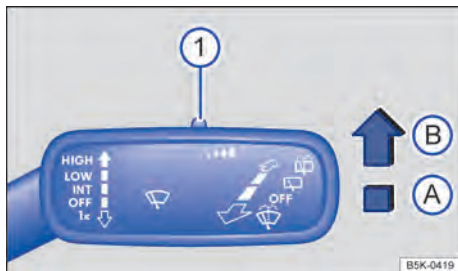

Fig. 116 À direita da coluna de direção: alavanca dos limpadores dos vidros.
Pressionar a alavanca para a posição desejada → Fig. 116:
A sensibilidade do sensor de chuva e de luz pode ser ajustada manualmente com o interruptor na alavanca dos limpadores do para-brisa → Fig. 116 (1) → Página 123.